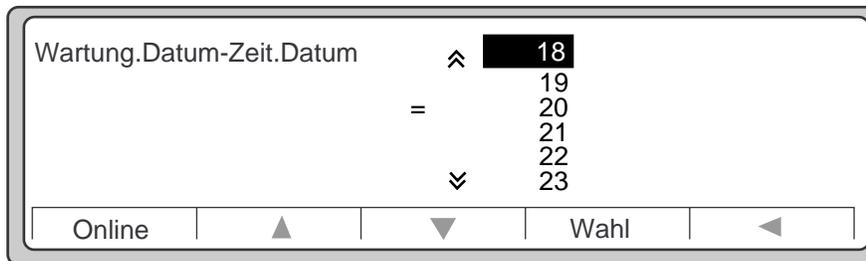

Abbildung 2-85 **Wartung.Datum-Zeit.Datum**
8. Drücken Sie den **Aufwärtspfeil** und den **Abwärtspfeil**, um den Wert der Einstellung zu ändern (siehe Abbildung 2-85). In diesem Beispiel der Einstellung **Datum** zeigen die Winkelzeichen (^) an, daß vor **18** und nach **23** noch weitere Möglichkeiten zur Auswahl stehen. Das Gleichheitszeichen (=) zeigt den aktuellen Wert für **Datum** an, in diesem Fall **20**.